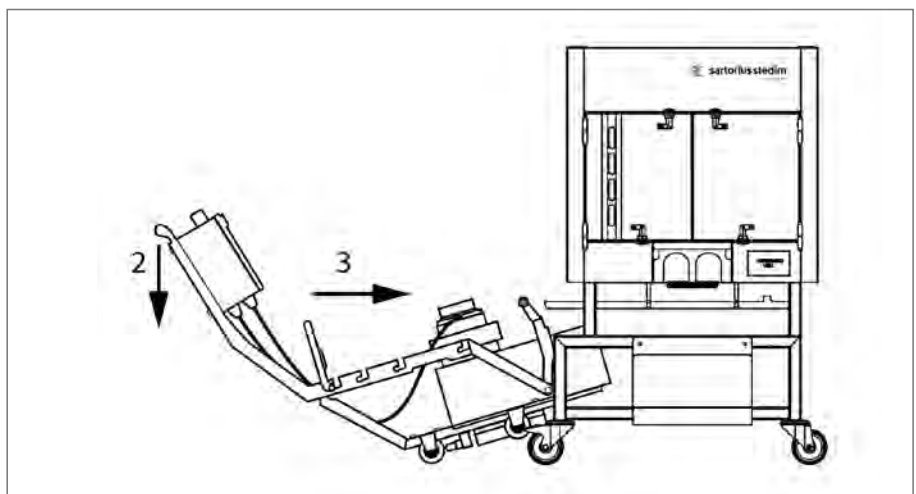

Abbildung 62
4. Drücken Sie den Griff an der Antriebseinheit vorsichtig nach unten (siehe Abb. 62 | 2) und heben Sie die Vorderräder vom Boden an. Richten Sie die Führungslager der LevMixer® Antriebseinheit auf die Führungsschienen des Palletank® for LevMixer® aus (siehe Abb. 62 | 3).